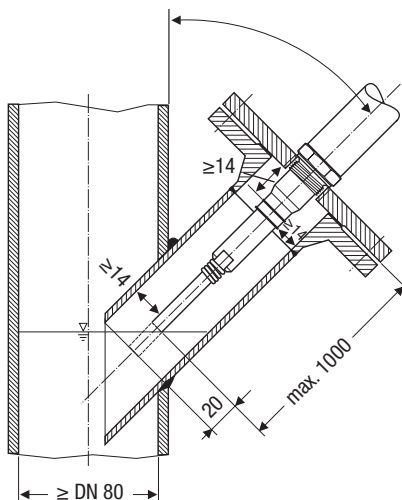

Fig. 16 Installazione inclinata, p.e. in tubazioni d'ingresso in impianti di acqua surriscaldata o su serbatoi
- L'angolo di inclinazione della sonda non deve superare i 45°, con lunghezza dell'elettrodo limitato a 1000 mm. **Fig. 16, 20**
- Per installazione all'aperto utilizzare le sonde NRG 1...-50 F. Le sonde con il suffisso (F) utilizzano una custodia morsetti in alluminio.